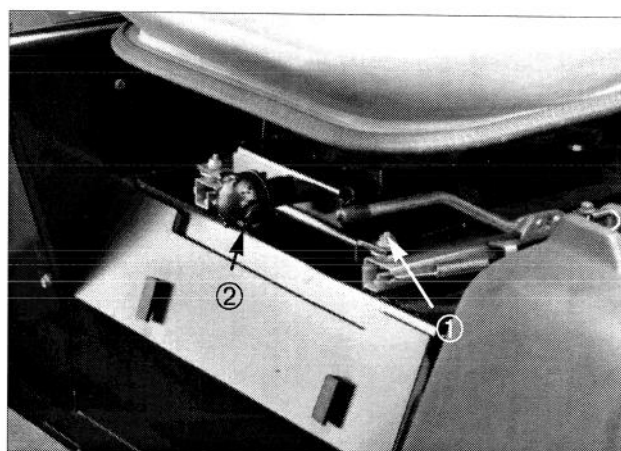

Figure 15
**Siège** (Fig. 15)—Une manette sur le côté gauche du siège permet un réglage avant ou arrière de 10 cm. Le bouton de réglage sur le devant du siège permet d'adapter le siège au poids de l'utilisateur.